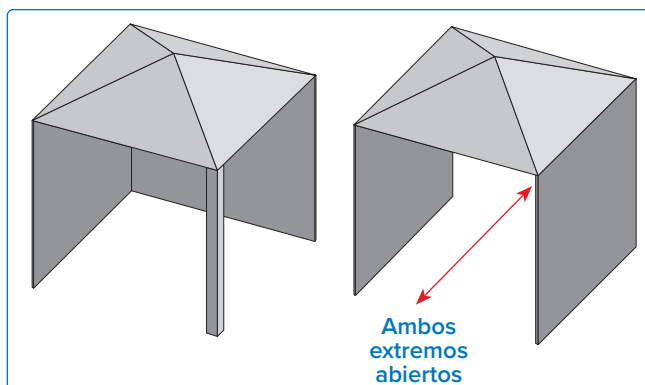
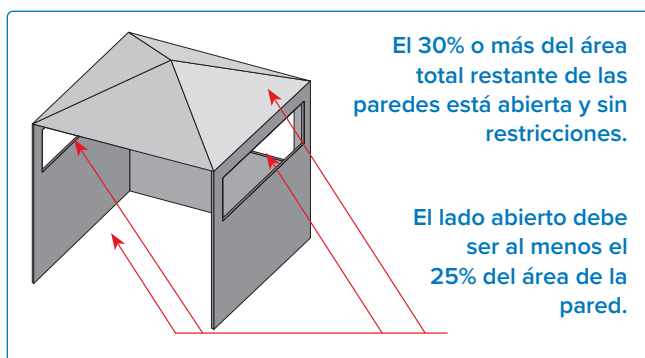

Fig. 2
Fig. 3
- » Las paredes laterales pueden ser paralelas (como un pasillo abierto) o perpendiculares entre sí (**Fig. 2 y Fig. 3**).